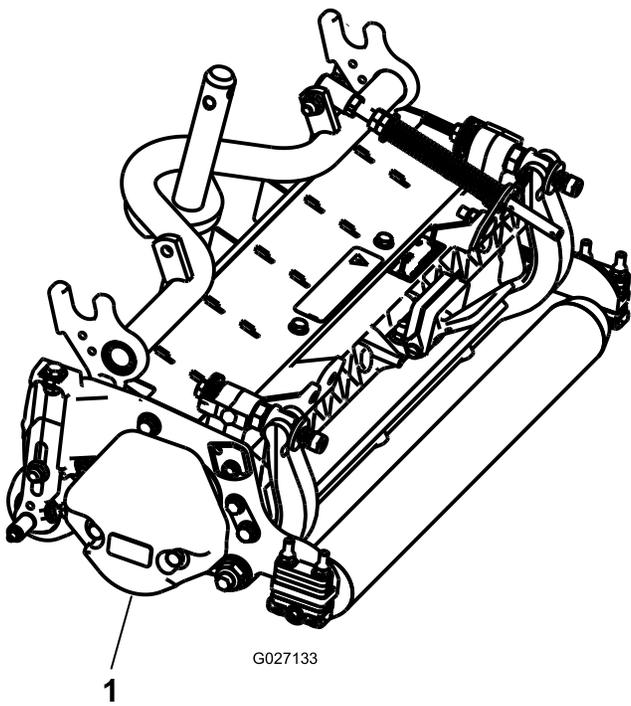

图4
3. 按照配重块套件安装说明的描述，确保将配重块（图4）安装到滚刀组正确的一端上。